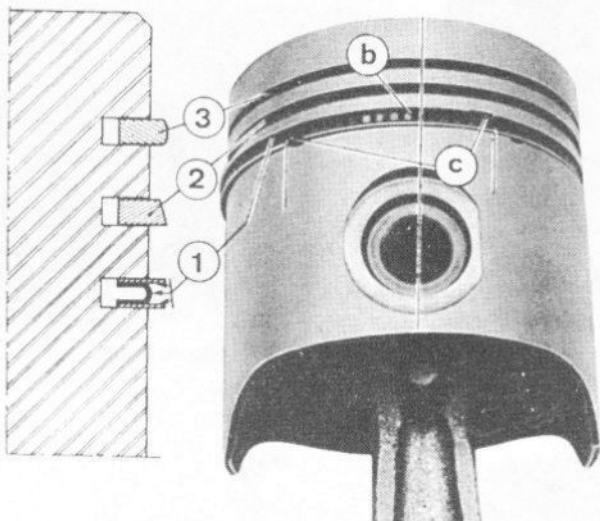

Fig. 1.16 Identification des segments (Sec 19)
- 2 Contrôler que les segments sont engagés correctement et dans le bon sens. Consulter la Fig. 1.16 si on utilise des segments d'origine Peugeot. Autrement, consulter les instructions du constructeur de segments.